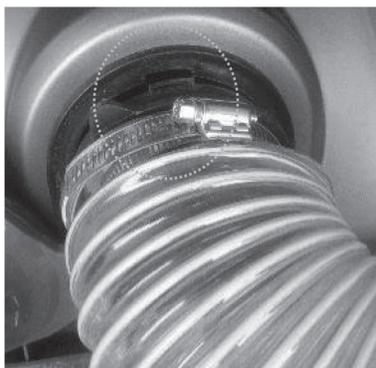

Рис. 27
- Вставьте конец вспомогательного шланга в отверстие впускного патрубка, совместив выступы на конце шланга с прорезями впускного патрубка (рис. 27).